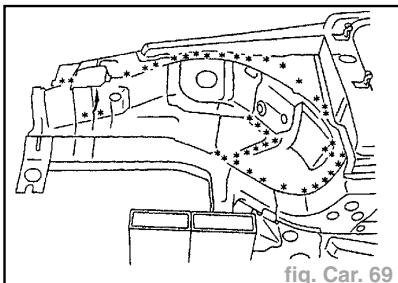

fig. Car. 69
- Dégrafer les points à l'aide d'une fraise de diamètre = **8 mm** (fig. Car. 69 et 70).